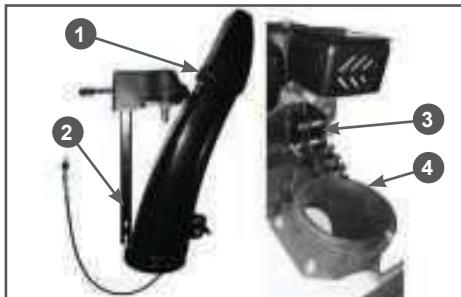

Рис. 14 Установка желоба выброса снега ST661
- Установите желоб 1 выброса снега со стойкой 2 и механизмом поворота в сборе (Рис. 14) на снегоотбрасыватель. Установите желоб 1 выброса снега на корпус основания желоба 4, а основание стойки 2 вставьте в кронштейн 3 (Рис. 14). Закрепите стойку 2 в кронштейне 3 с помощью двух болтов и гаек (Рис. 14).